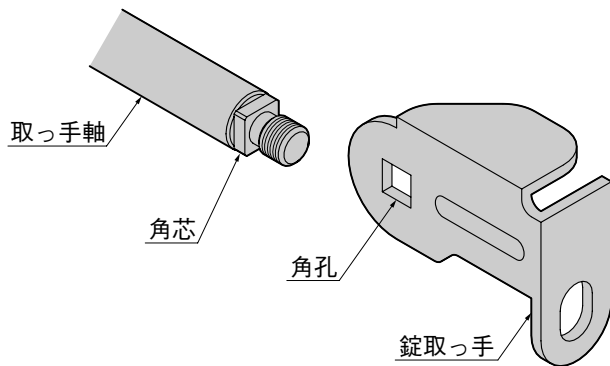

図7-2
- 取っ手の角孔と取っ手軸の角芯を合わせて組付けてください。(図7-2参照)
- [3]-③のナットは回り止めがついているので途中でできつくなりますがまわらなくなるまで締め込んでください。